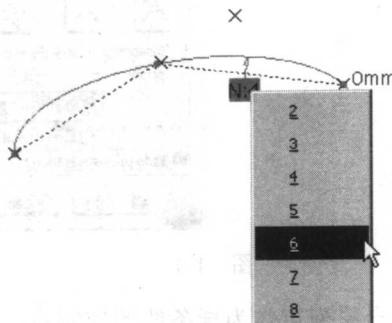

图 1-7 在几何显示区右键单击 N 值，在弹出的菜单中选择设定样条线的阶数
(3) 对于用 Near points 方式建立样条线，可以在对话框中设定所选择点与生成的样条线之间的最大偏差值（Deviation），以及所建立的样条线的最大段数（Segmentation）。可以在几何显示区中右键单击 N 值，在弹出的菜单中选择设定样条线的阶数（Order），如图 1-7 所示。